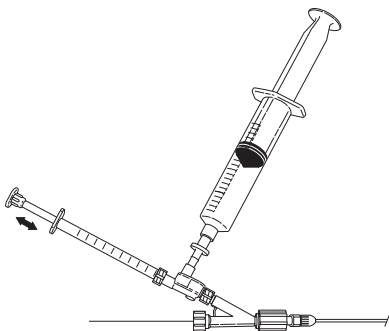

Fig. 8
10. Opløsningen infunderes ved at trække den ønskede dosis ind i 1 ml sprøjten og injicere. Fyld 1 ml sprøjten igen og gentag infusionsteknikken, efter behov. (Fig. 8)